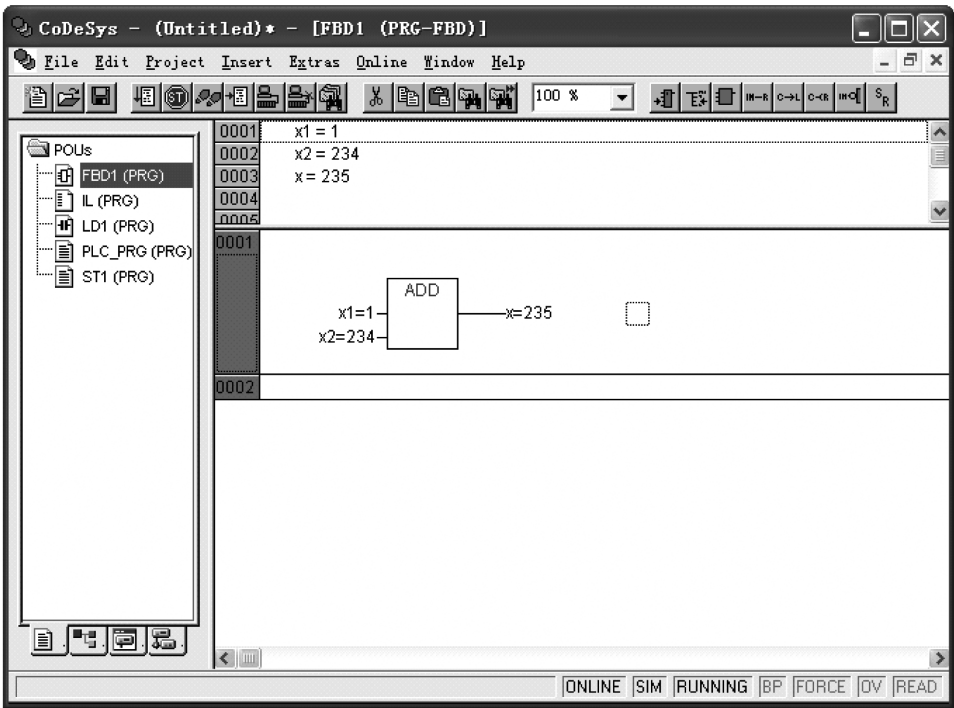

图 4-58 FBD 语言编程
- 4) 用户自己可以用不同的语言编写特定的功能模块，也可在用其他语言编程时插入功能模块。FBD 语言编程如图 4-58 所示。